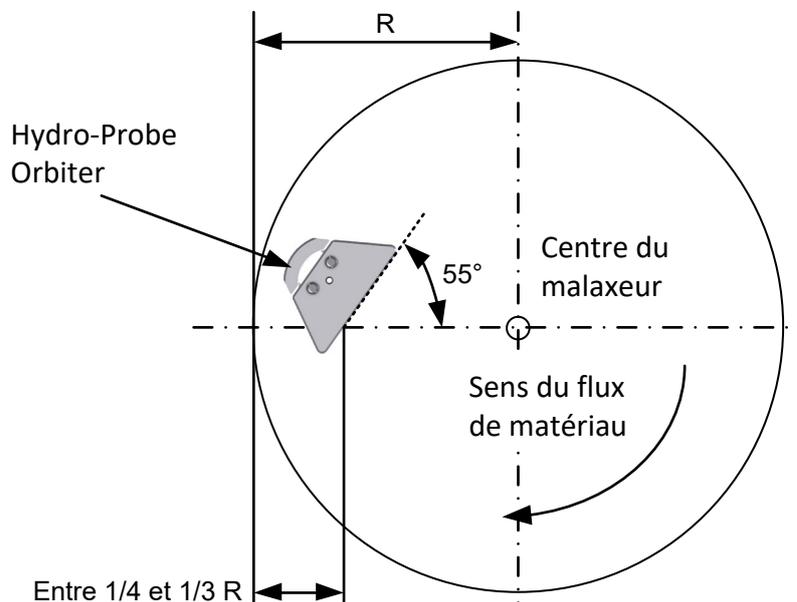
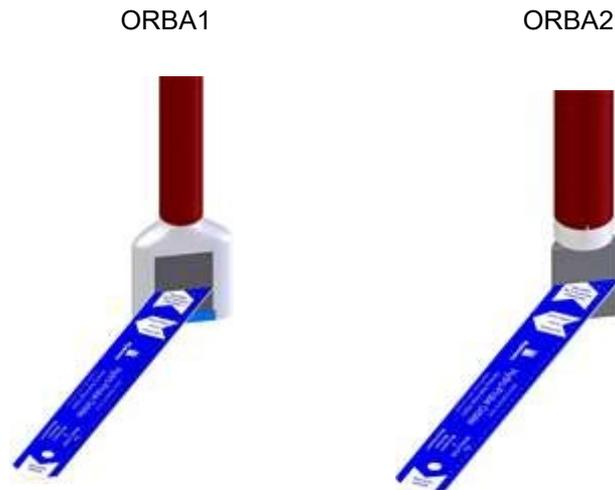

Figure 16: réglage de l'angle de la sonde pour optimiser les performances
Figure 17 : aligneur d'angle d'Hydronix pour orienter la face en céramique
La sonde doit être fixée le long du bras de la pale décapeuse, éloignée de la paroi latérale du malaxeur d'une distance équivalente à environ un quart ou un tiers du rayon du malaxeur (voir Figure 16). La face en céramique du bras de détection doit présenter un angle de 55° par rapport au centre du malaxeur. Vous pouvez utiliser pour cela l'aligneur (voir Figure 17 pour en savoir plus).
La tête de détection doit être placée dans une zone où le flux de matériau est le plus fluide. Normalement, elle doit être éloignée de la paroi latérale d'une distance équivalente à un quart ou un tiers du rayon du malaxeur. (Figure 17)
Desserrer les 4 boulons de serrage du bras de détection permet à celui-ci de pivoter selon un angle d'environ  $300^\circ$  (Figure 15). Il est équipé d'un mécanisme d'arrêt pour éviter d'entortiller les câbles internes. Si l'arrêt mécanique empêche de positionner la plaque de façade en céramique avec l'angle désiré par rapport au flux de matériau (Figure 16), remontez la tête de l'Hydro-Probe Orbiter sur la barre de montage avec un angle différent. Vous devez faire attention à ne pas faire pivoter le bras sans avoir inséré le contre-écrou, cela pour éviter d'endommager les câbles internes.
- Un angle de  $55^\circ$  produit généralement de bons résultats. Utilisez l'aligneur d'angle fourni avec la sonde pour régler l'angle (Figure 17).